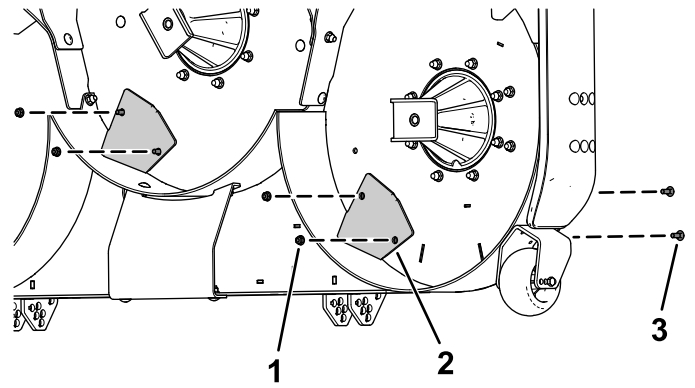

Figura 6
2. Fije los 2 golpeadores en la carcasa de corte con 4 pernos de cuello cuadrado (5/16" x 7/8") y 4 contratuercas (5/16"), tal y como se muestra en la Figura 6.